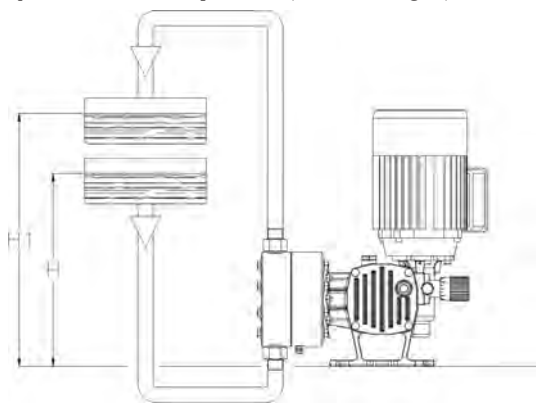

Fig. 6 - instalación ideal
- tramo de aspiración pequeño (Ref. H - Fig. 6)
- tramo de impulsión mayor que el tramo de aspiración (Ref. H1 - Fig. 6)